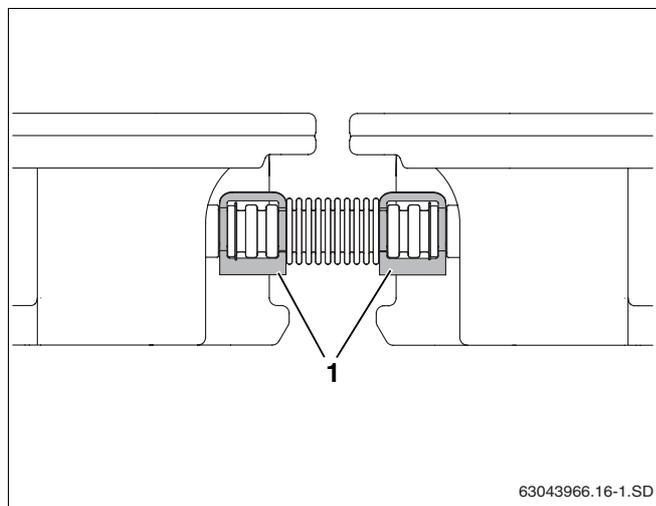

Fig. 27 Raccordo per tubo ondulato fissato con graffe
- Fissare ciascun tappo di chiusura con una graffa e ciascun raccordo per tubo ondulato con due graffe (fig. 27, **pos. 1**).